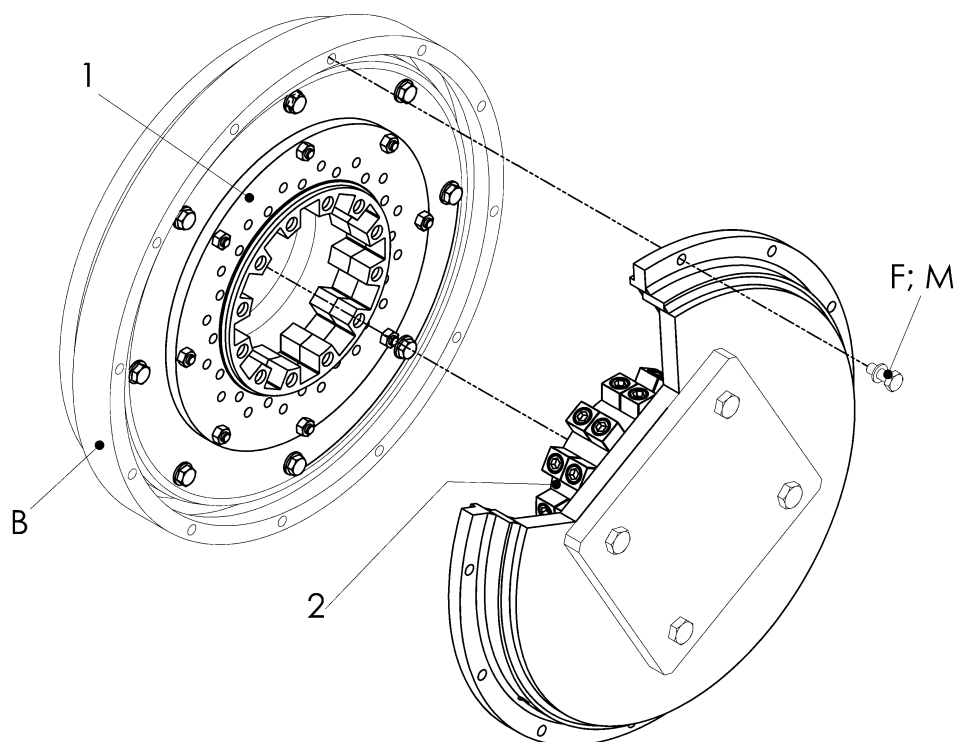

Abbildung 5-6 An- und abtreibendes Aggregat verbinden
8.2 An- und abtreibendes Aggregat trennen**Siehe Abbildung 5-6:**